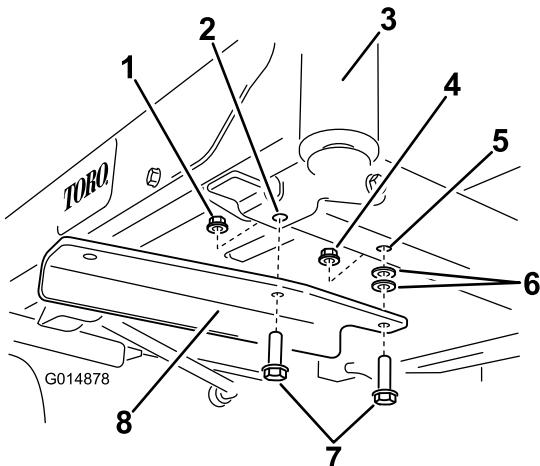

Figure 5
4. Montez le support gauche au dessous du châssis au moyen de deux boulons (3/8 x 1¼ po), deux rondelles et deux contre-écrous (3/8 po) (Figure 5).